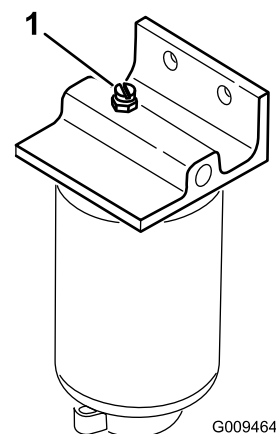

Figura 41
3. Abra el tapón de ventilación del separador de agua/combustible (Figura 41).